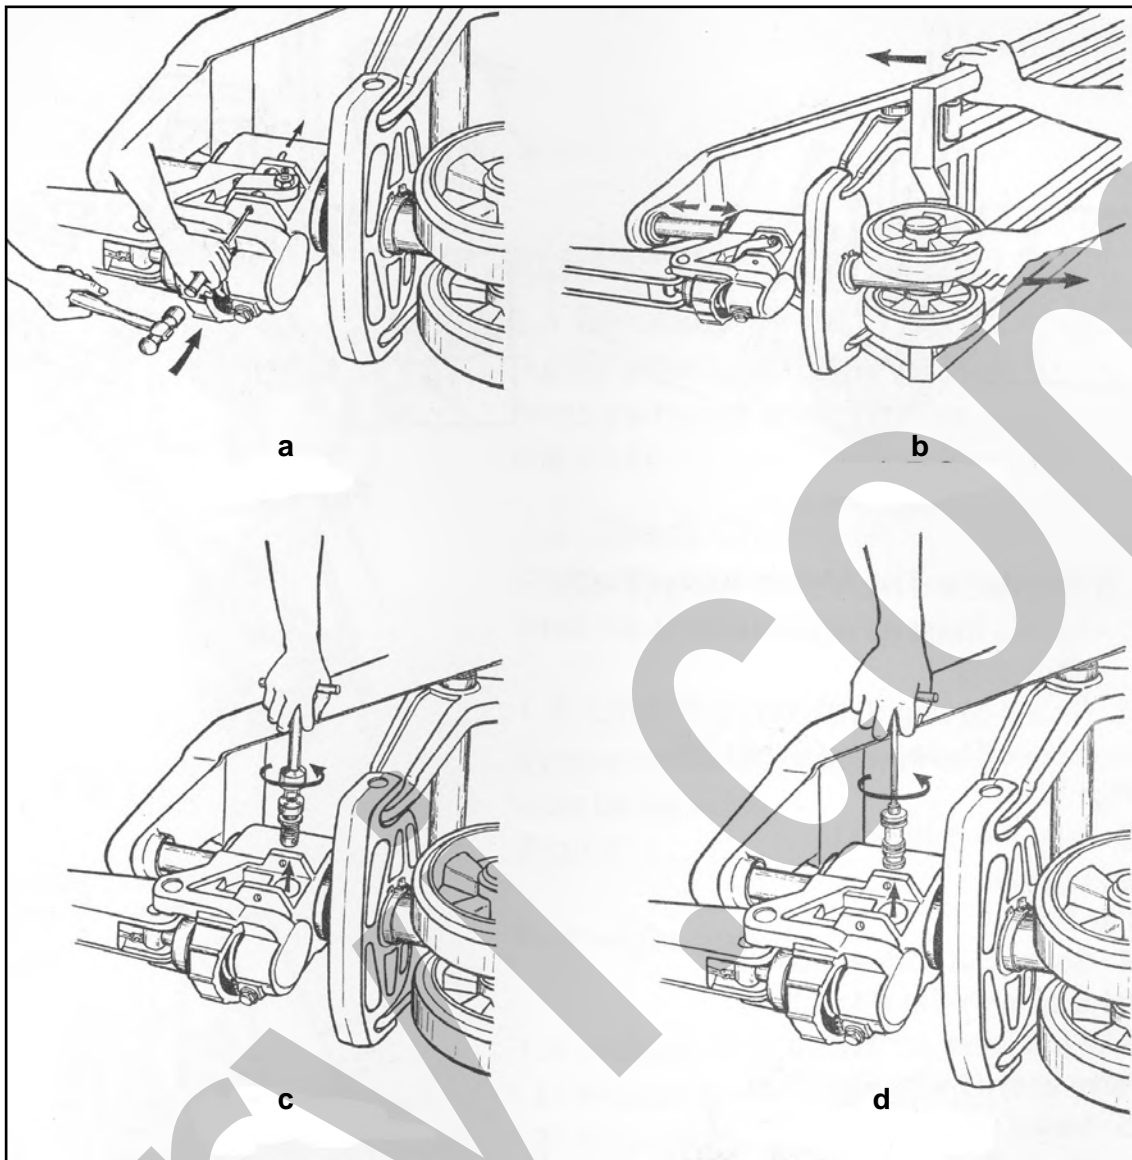

Figura 23 – Sostituzione della valvola di discesa.
2. Estrarre la spina elastica e togliere la forcella (Figura 23 a);
3. Portare il pistone nella posizione alzata massima (Figura 23 b);
4. Svitare ed estrarre il coperchio della valvola (Figura 23 c) e togliere l'interno della valvola (Figura 23 d);